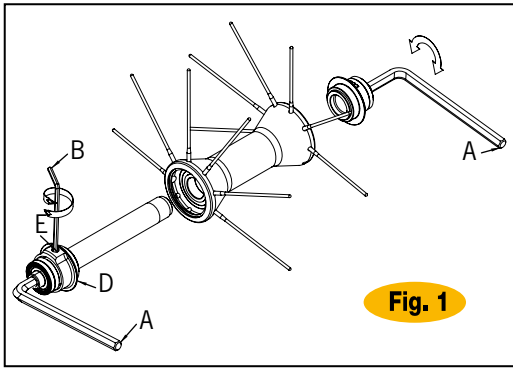

Fig. 1
- Introduzcan dos llaves Allen (A) en las tuercas de tope en los extremos de los bujes (Fig. 1). y gírenlas en sentido **antihorario**.
- Aflojen el perno (E) con una llave Allen (B) (Fig. 1).
- Aprieten el perno (E).